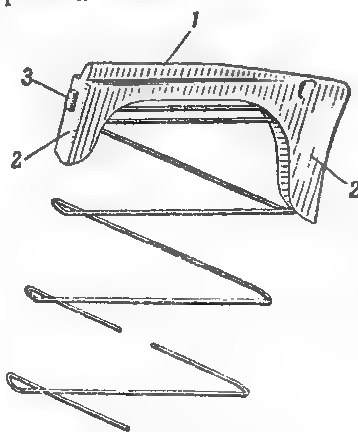

Рис. 42. Подаватель и пружина подавателя:
43. Подаватель и пружина подавателя (рис. 42) служит для подачи патронов.